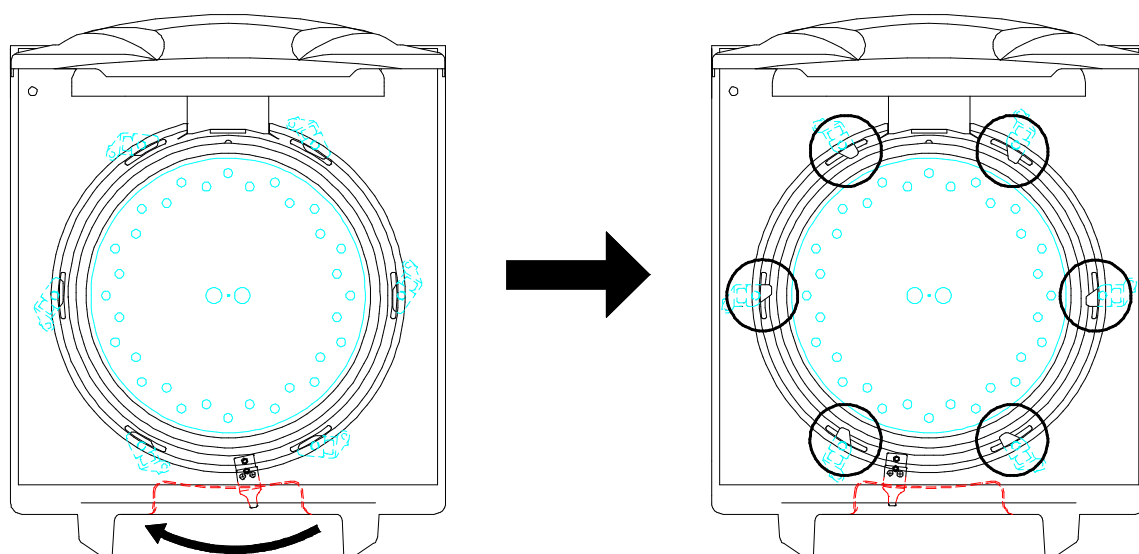

図1 CLM-40M/40L クランプ 6 個
2. 「閉」位置(左端)にフタロックレバーをゆっくりスライドさせたとき、全てのクランプが図1・2のようにロック位置に回転することを確認してください。クランプがロック位置にあれば、シリコン皿の穴からクランプが見えます。